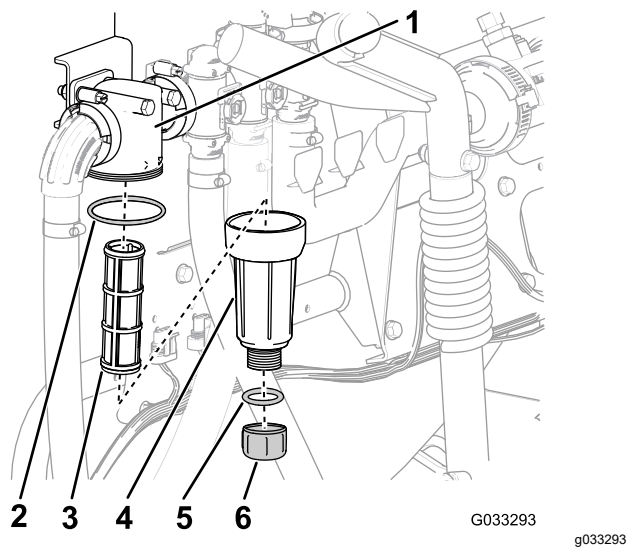

Figura 30
2. Coloque un recipiente de drenaje debajo del filtro de presión (Figura 30).
3. Gire el tapón de vaciado en sentido antihorario y retírelo de la cubeta del filtro de presión (Figura 30).
4. Enrosque la cubeta en sentido antihorario y retire la cabeza del filtro (Figura 30).
5. Retire el elemento del filtro de presión (Figura 30).
7. Inspeccione la junta del tapón de vaciado (situada dentro de la cubeta) y la junta de la cubeta (situada dentro de la cabeza del filtro) en busca de daños o desgaste (Figura 30).
8. Instale el elemento del filtro de presión en la cabeza del filtro (Figura 30).
9. Instale la cubeta en la cabeza del filtro, y apriétela a mano (Figura 30).
10. Coloque el tapón de vaciado en el acoplamiento inferior de la cubeta, y apriete el tapón a mano (Figura 30).